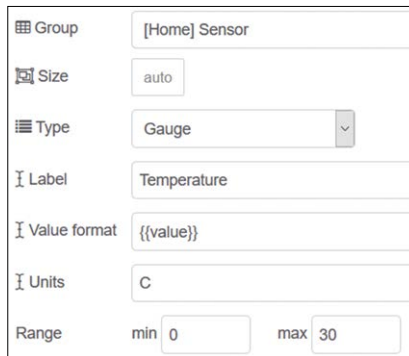

Figure 13.14 Configuration de la jauge de nœud
- Créer un **jauge** Node et configurer comme indiqué sur la figure 13.14